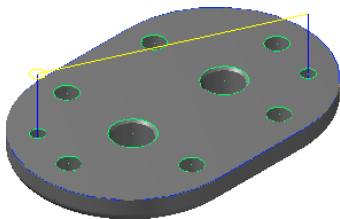

图 16.25 刀具路径
(1) 在“2D 刀具路径 - 钻孔/全圆铣削 深孔钻-无啄孔”对话框的左侧节点列表中单击 **共同参数** 节点，在 **深度...** 文本框中输入值 -12.0。
(2) 单击“2D 刀具路径 - 钻孔/全圆铣削 深孔钻-无啄孔”对话框中的 按钮，完成加工参数的设置，此时系统将自动生成图 16.25 所示的刀具路径。